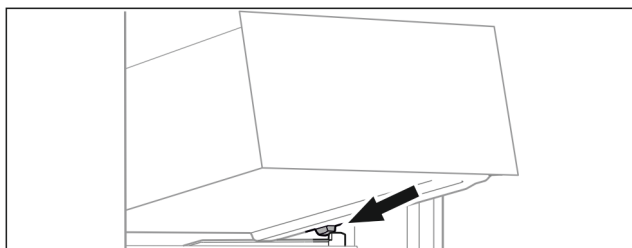

Fig. 104
- ▶ Założyć szufladę pod skosem za stoperami na zebro pojemnika. (patrz Fig. 104)